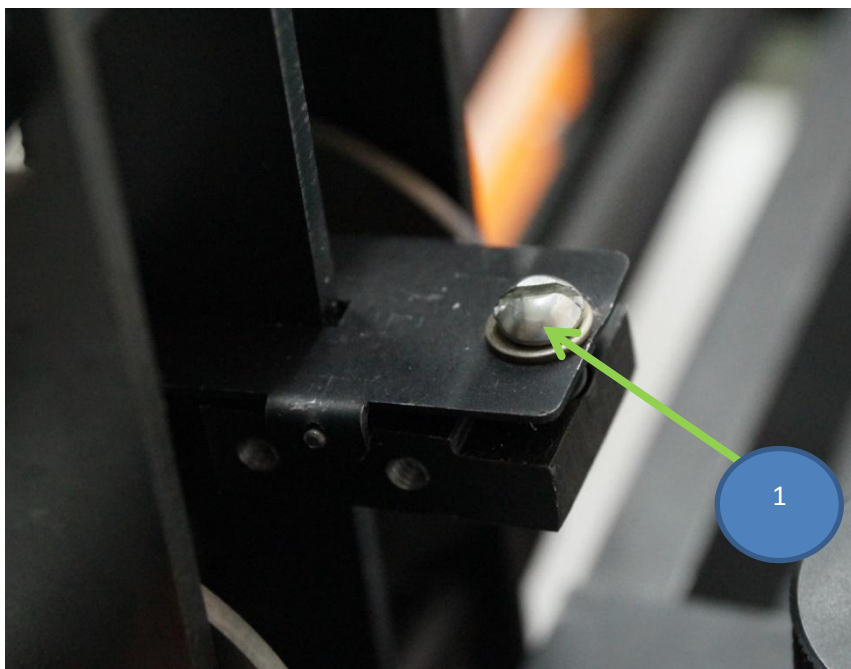

Рис. 13. 1 – регулятор высоты полочки
- 2) На рынке могут продаваться ригели разной толщины. Для компенсации эффекта разной толщины предназначена высота полочки, которая позволяет отсекать из стопы ригель ровно на его толщину. Достигается это вращением винта (рис. 13, 1). Для этого следует загрузить стопу ригелей и на выключенном устройстве прокрутить (за шкив) вал, на котором находятся два колеса отделителя, до момента захвата. В этом положении и следует отрегулировать высоту отделителя, чтобы она точно равнялась высоте ригеля.